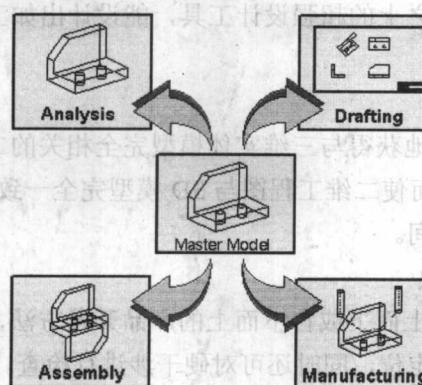

图 1-1
- 采用主模型结构。如图 1-1 所示，主模型是供 UG 各模块(如工程图、装配、加工等)共同引用的部件模型。实施主模型的好处在于，开发过程中对主模型的任何修改，相关模块都会自动更新数据。